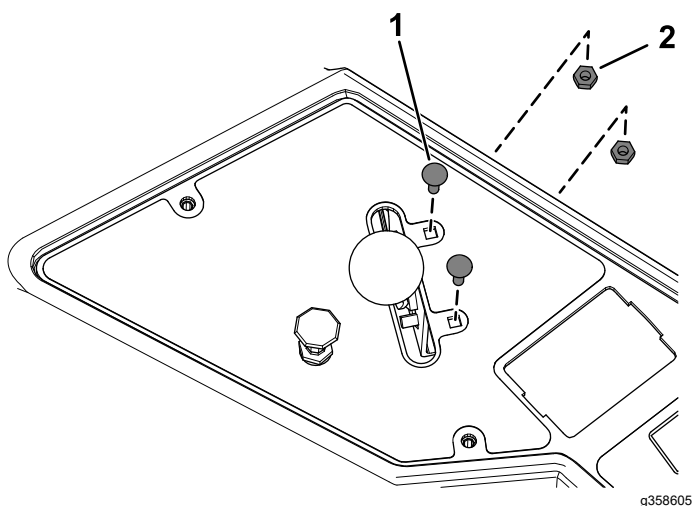

Figura 20
2. Rimuovete i 2 bulloni e i 2 dadi che fissano la leva dell'acceleratore al pannello di controllo (Figura 20).